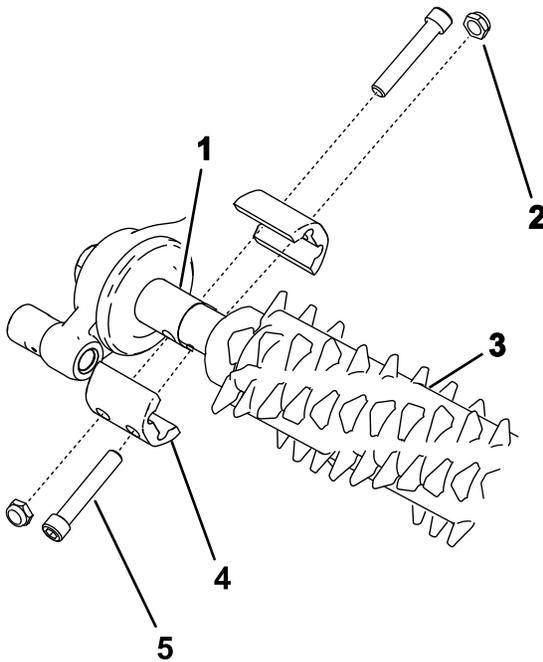

図 17
2. グルーミングリールを、駆動ボックスとアイドルアセンブリとの間にセットする 図 17。
3. 図 17のように、グルーマをマシンに取り付けるボルトは軽く締めた状態にする。